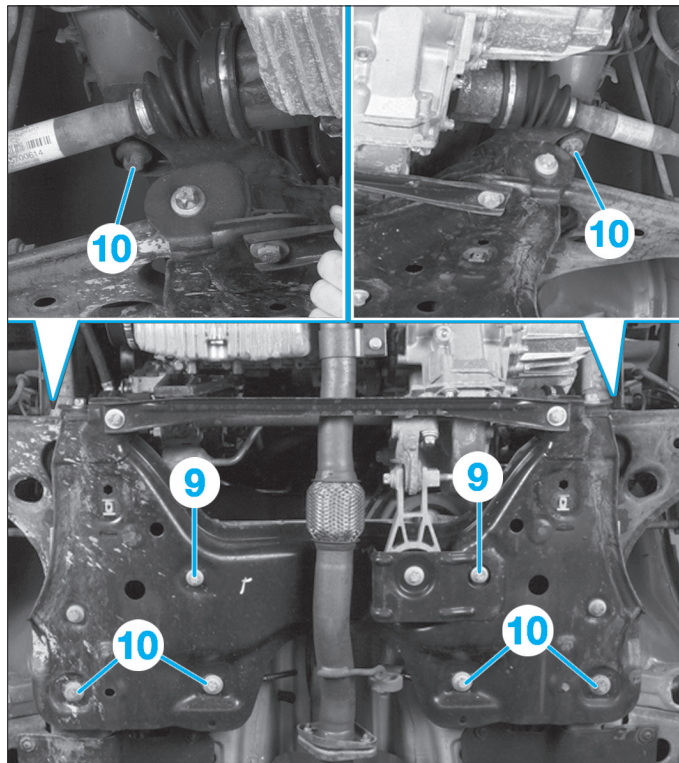

Fig. 23
- Déposer les vis de fixation (9) du boîtier de direction sur le berceau (Fig.23).
- Déposer les vis de fixation (10) du berceau.
- les vis de fixation (9) du boîtier de direction sur le berceau (Fig.23).